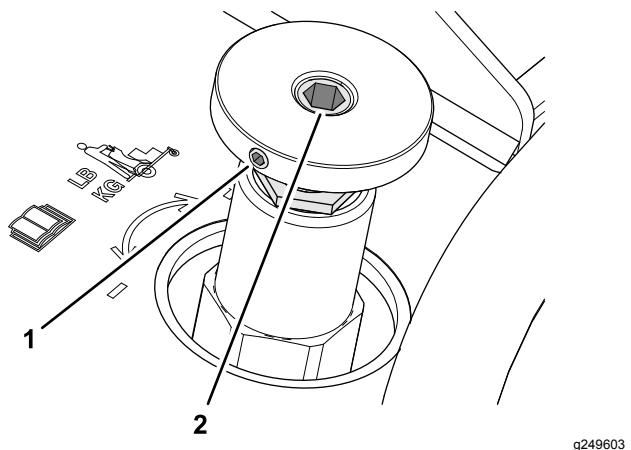

Figure 57
clé hexagonale dans la douille de l'axe pour le garder aligné; voir Figure 57 sous Réglage de la commande de réglage du poids de l'utilisateur \(page 48\).
1. Desserrez la vis du bouton de la commande de réglage du poids de l'utilisateur, voir Figure 57 sous Réglage de la commande de réglage du poids de l'utilisateur \(page 48\).